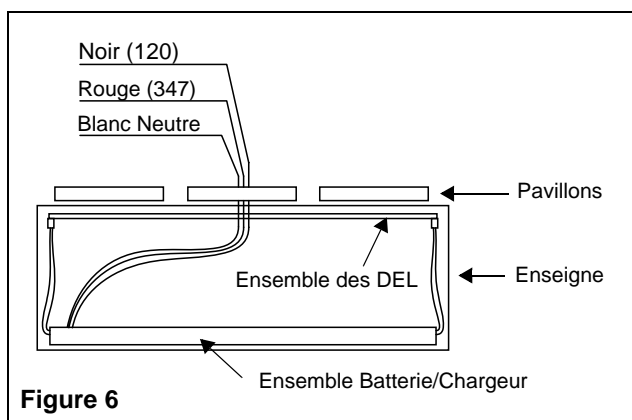

Figure 6
- Effectuer les connexions nécessaires (voir fig. 6).